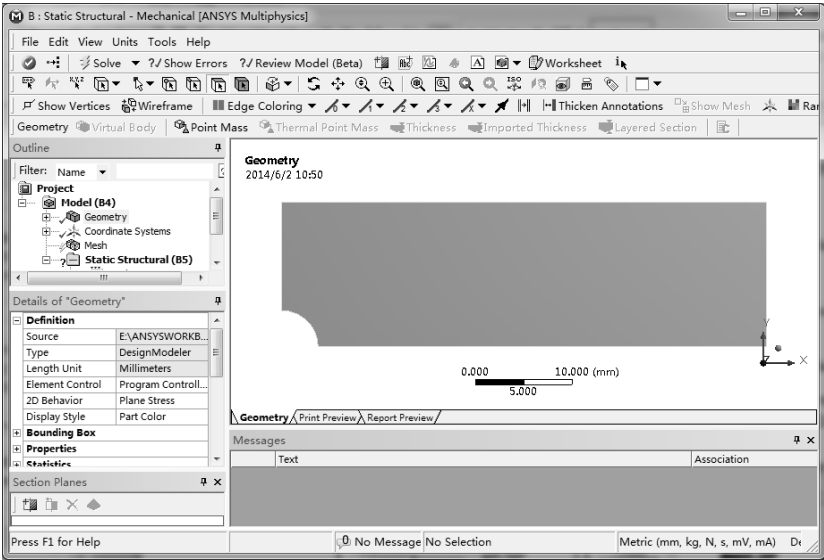

图 5-42 Mechanical 界面
1) 双击【Project Schematic (项目管理区)】中项目 B 的 B4 栏的【Model】项，进入 Mechanical 界面。在该界面下可进行网格划分、分析设置、结果观察等，如图 5-42 所示。